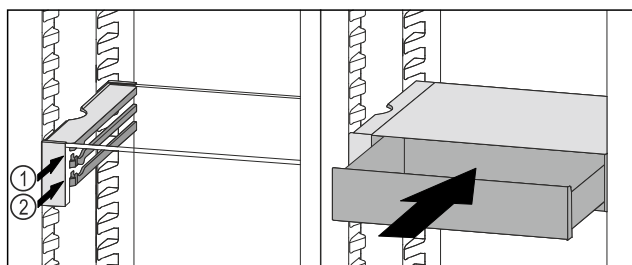

Fig. 54
- ▶ Zásuvku VarioSafe nasadíte za zarážkami na požadovanom rebre Fig. 54 (1) alebo Fig. 54 (2).